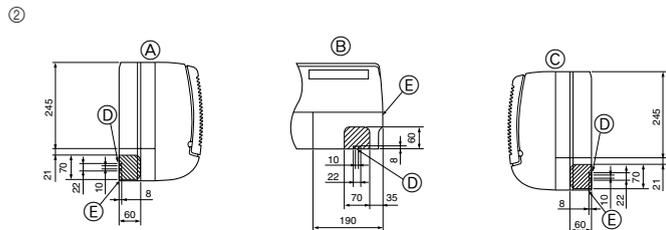

Fig. 4-3
② Καθορίστε τη θέση των προκατασκευασμένων οπών στον κορμό της μονάδας. (Fig. 4-3)